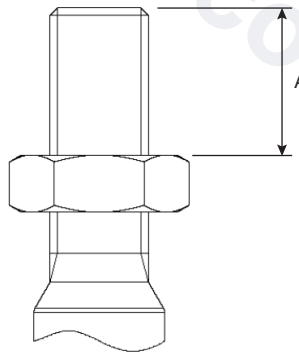

图4. 螺纹啮合
- 将阀杆锁紧螺母设置为相关阀门和执行器组合的正确螺纹啮合尺寸“A” ( 图4和表3至表5 )。